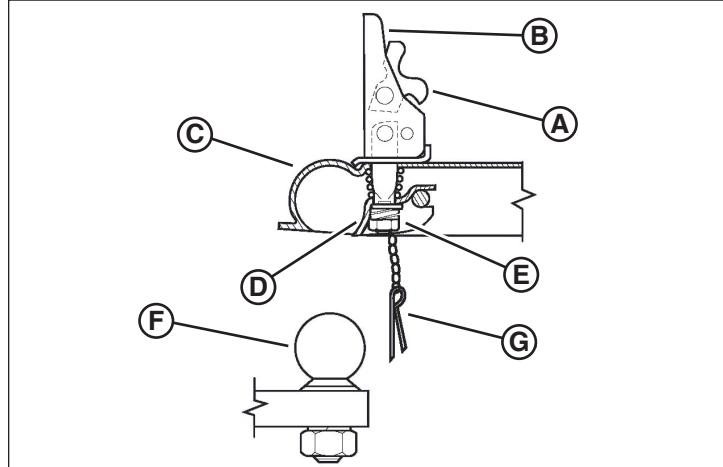

Figure 7
1. Tirer sur la gâchette de verrouillage (**A**, Figure 7) et soulever le levier de verrouillage (**B**, illustré soulevé).
2. Ajuster l'accouplement de la boule d'attelage (**F**, Figure 7) en poussant le verrou du canal (**D**) vers le haut, hors de l'écrou d'ajustement (**E**).
4. Vérifier que la boule d'attelage est bien engagée dans la douille d'accouplement (**C**, Figure 7).
5. Appuyer pour abaisser le levier de verrouillage en position verrouillée. Insérer la goupille de verrouillage (**G**, Figure 7) dans le trou dans le levier de verrouillage ou utiliser un cadenas pour plus de sécurité.